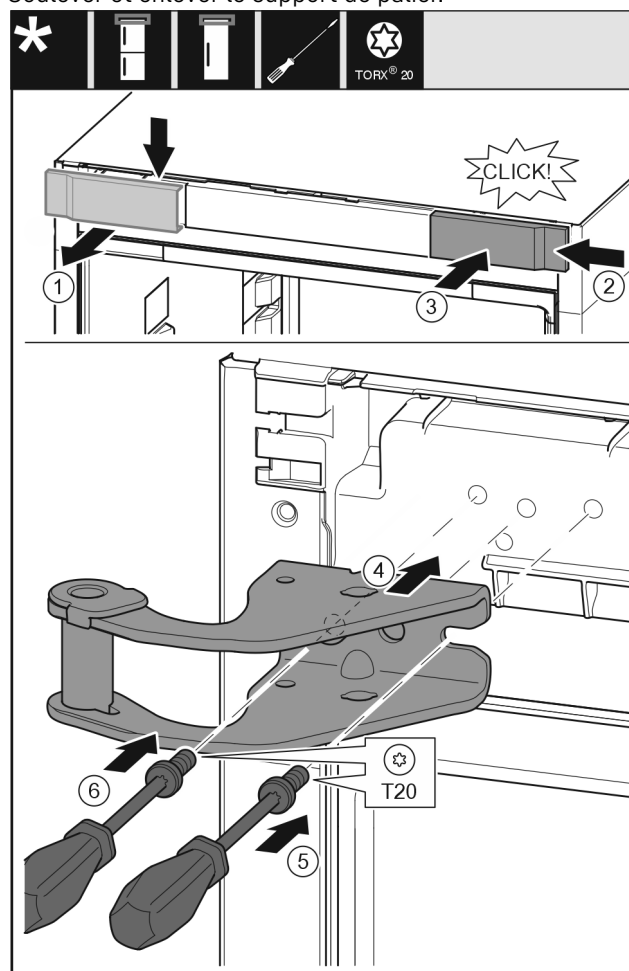

Fig. 11
- Retirer le cache Fig. 11 (1) depuis le haut vers l'avant.
- Accrocher le cache Fig. 11 (2) tourné de 180° de l'autre côté depuis le côté droit.
- Enclencher le cache Fig. 11 (3).
- Poser le support de palier supérieur Fig. 11 (4).
- Poser la vis Fig. 11 (5) avec un tournevis et la serrer.
- Poser la vis Fig. 11 (6) avec un tournevis et la serrer.